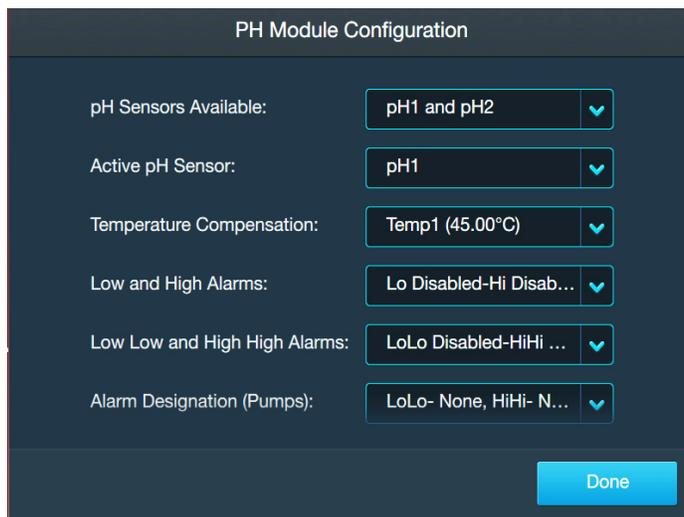

Abbildung 3.32. Bildschirm „pH Module Configuration“ (Konfiguration des Moduls „pH“).
Verwenden Sie die folgenden Informationen und Schritte, um das Modul „pH“ zu konfigurieren. Alle nachstehend aufgeführten Felder sind in Abbildung 3.32 dargestellt. **Hinweis:** Sie können während der Konfiguration eines Moduls jederzeit im unteren Bereich des Konfigurationsbildschirms auf „Done“ (Fertig) tippen. Dadurch werden Ihre Eingaben gespeichert, und Sie können beim nächsten Öffnen der Modulkonfiguration dort weitermachen, wo Sie aufgehört haben.
1. Gehen Sie auf dem Bildschirm „Home“ (Start) der Touchscreen-Konsole zum Modul „pH“ und tippen Sie auf „Configure“ (Konfigurieren). Der Bildschirm „pH Module Configuration“ (Konfiguration des Moduls „pH“) wird angezeigt (Abbildung 3.32). Tippen Sie auf das Feld „pH Sensors Available“ (Verfügbare pH-Sensoren).